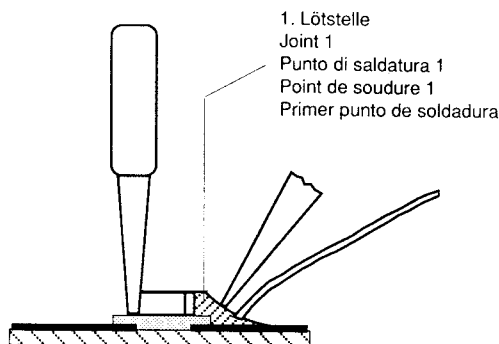

Fig. 4
4. Schritt: CHIP an der Lötstelle ansetzen, zentrieren und anlöten (Fig. 4).
4. Appoggiare il CHIP sul punto di saldatura, centrarlo e quindi saldarlo (Fig. 4).
4. step: Put the CHIP onto the soldering point, then center and fix it (Fig. 4).
4. Poser le composant CMS sur cette pointe de soudure, centrer et souder. Maintenir le composant CMS à l'aide d'une pince (Fig. 4).
- Cuarto paso: Colocar el CHIP sobre la gota de estaño, centrarlo y soldarlo (Fig. 4).